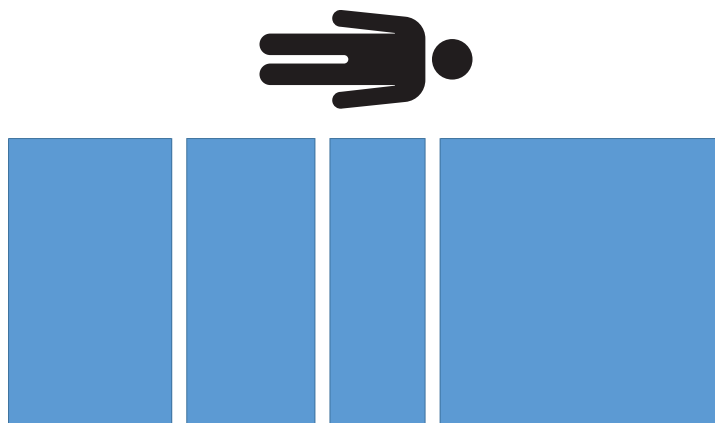

Figura 33 – Test tară - fără masă
13. Îndepărtați toate greutățile calibrate de pe produs (Figura 33).